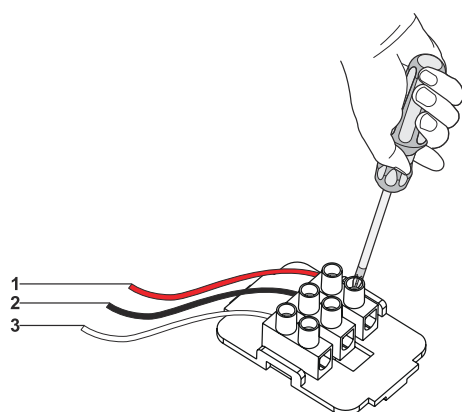

Fig. 21
- 1. ➤ **NC / COM:** När dessa 2 anslutningar används och fläkten stängs av kommer fläkten skicka en signal till den anslutna enheten (Fig. 21).
- 2. ➤ **NO / COM:** När dessa 2 anslutningar används och fläkten sätts på kommer fläkten skicka en signal till den anslutna enheten (Fig. 21).